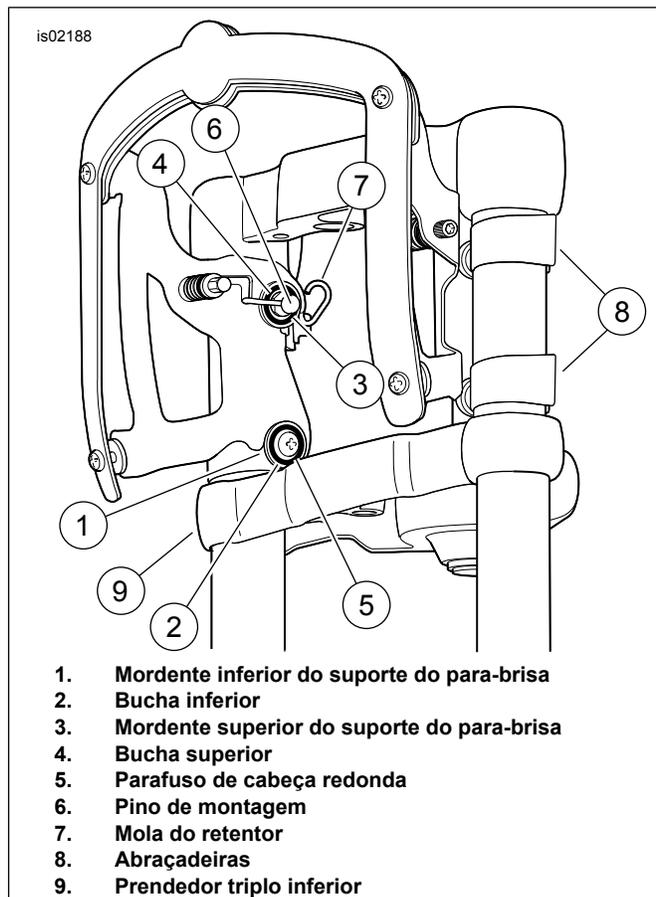

Figura 2. Instalação do para-brisa
4. Veja Figura 2 e a ilustração das peças de reposição de seu para-brisa. Instale o para-brisa na motocicleta da seguinte forma:
- Encaixe cuidadosamente os mordentes (1) na parte inferior dos suportes de montagem do para-brisa nas ranhuras das buchas inferiores (2).
- Encaixe os mordentes (3) na parte superior dos suportes de montagem do para-brisa nas ranhuras das buchas superiores (4).
- Aperte os parafusos de cabeça redonda inferiores (5) com torque de 20,3 N·m (15 ft-lbs).
- Aperte os pinos de montagem (6) superiores com torque de 20,3 N·m (15 ft-lbs).
- Acople as molas do retentor (7) sobre os pinos de montagem.